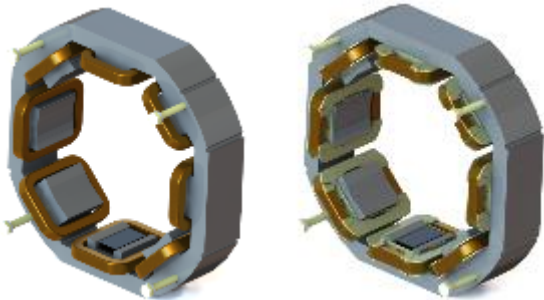

Figure 13.3 : Stator de l'excitatrice GTA/AG10
3. Retirer les 4 vis de fixation du stator de l'excitatrice, conformément à la Figure 13.3.